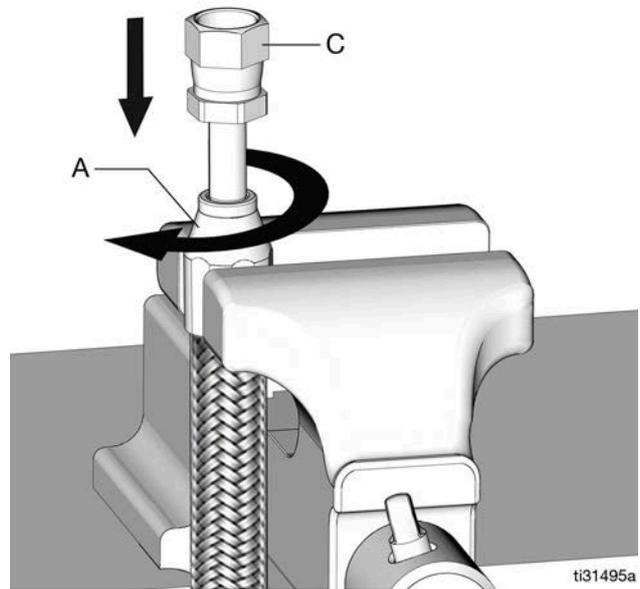

FIG. 68
7. Presione ligeramente la boquilla (c) en el casquillo (a). Atornillo la boquilla en sentido horario en el casquillo y la manguera. (Fig. 68).